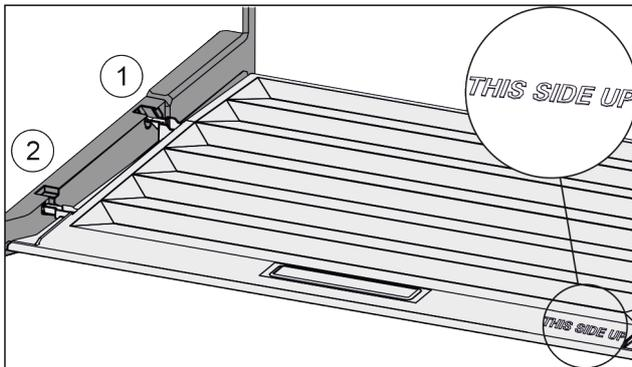

Fig. 45
- ▶ Вставити поперечні ребра через отвір заднього тримача Fig. 45 (1) і зафіксувати спереду у тримачі Fig. 45 (2).